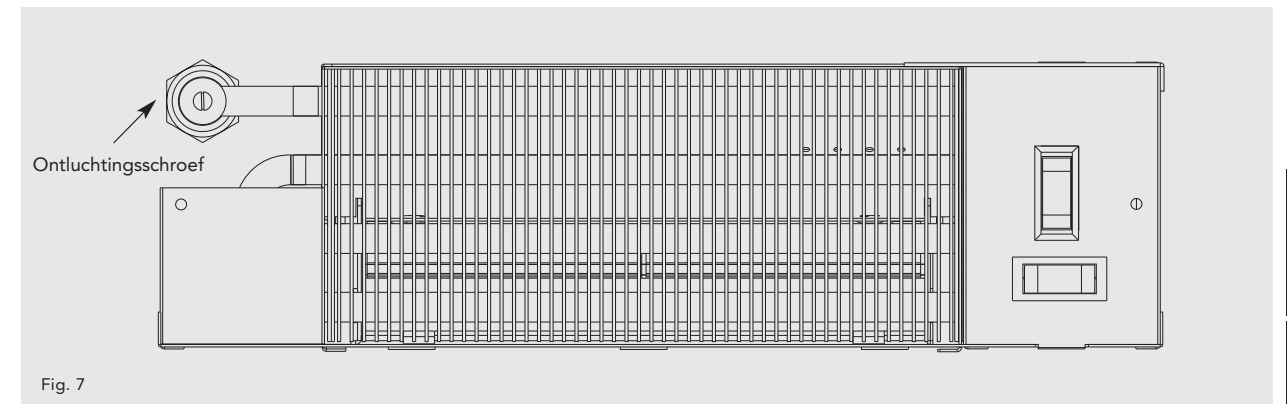

Fig. 7
- Open de afsluiters, controleer de verbindingen op lekkage en ontluicht de warmtewisselaar. Op de warmtewisselaar is een ontluchtingsschroef aanwezig (zie fig 7).